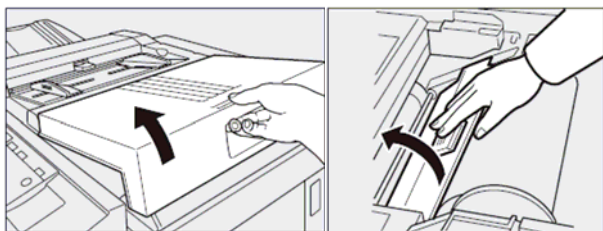

图 5-25 打开版纸器盖
① 先打开右侧盖，然后再将版纸器盖打开，如图 5-25 所示。